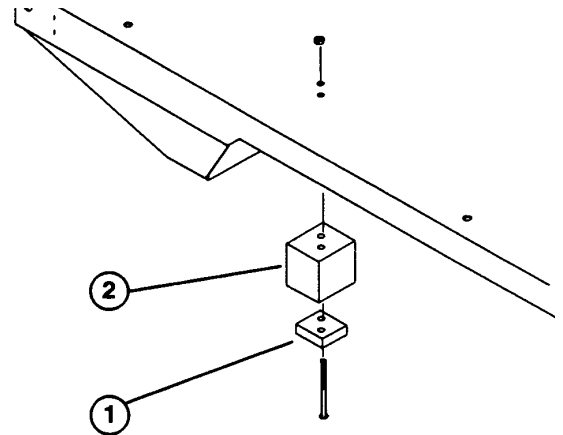

Bild 7
6. Die Abstandsblöcke und die neuen Blockabstandsstücke mit den neuen längeren Maschinenschrauben und Sperrmuttern (Bild 7) an der Unterseite der Flachmulde montieren.